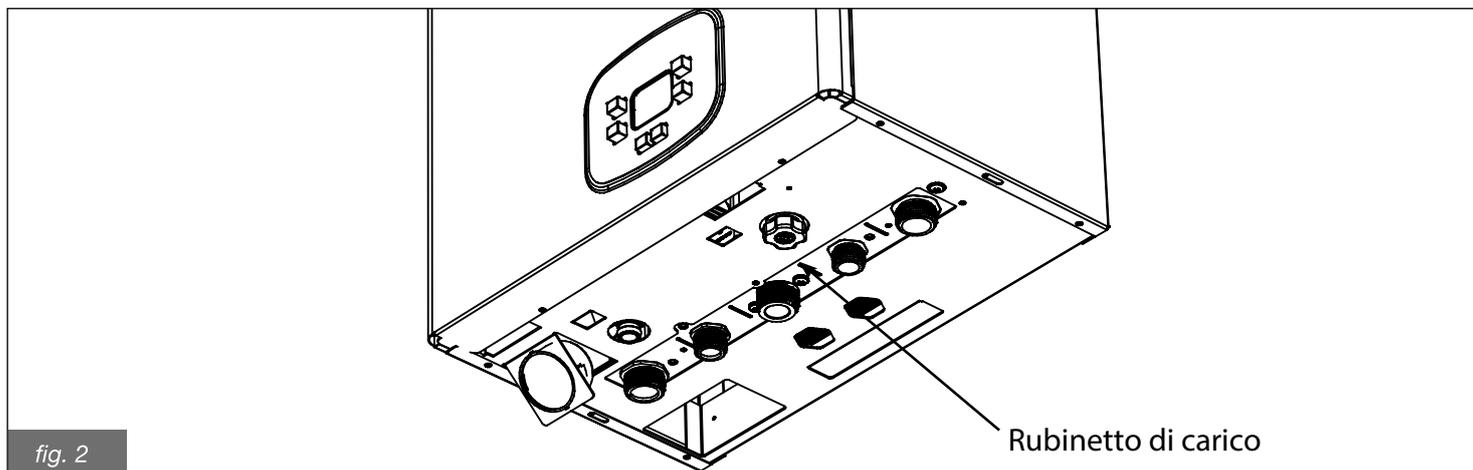

fig. 2
Nel caso dovesse lampeggiare l'errore E02 di blocco per pressione impianto insufficiente provvedere al riempimento dell'impianto agendo sul rubinetto di carico in fig. 2 (per i modelli SV il rubinetto è posto sul tubo di ingresso acqua fredda).
- ruotare la manopola del rubinetto di carico (fig. 2) in senso antiorario per permettere l'ingresso dell'acqua in caldaia;